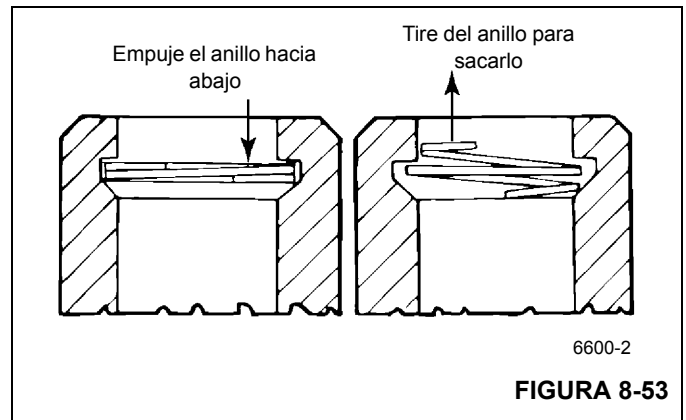

FIGURA 8-53
3. Utilice un destornillador pequeño para empujar un lado del anillo retenedor del émbolo hacia abajo con el fin de forzar el anillo fuera de su ranura (Figura 8-53).
4. Extienda las espiras del anillo. Utilice alicates para desenrollar el anillo y sacarlo de la ranura. Instale un anillo nuevo cuando se arme el ajustador de holgura (Figura 8-53).